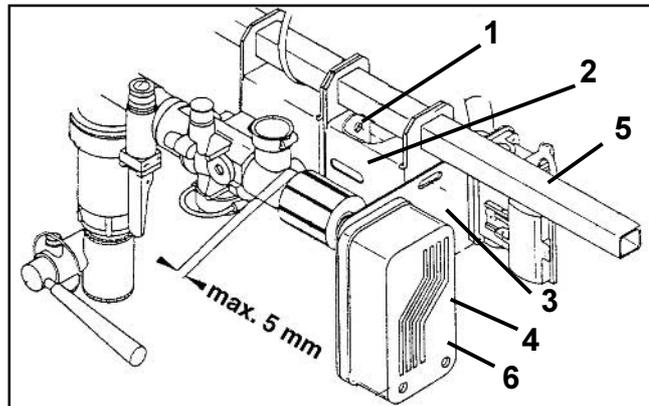
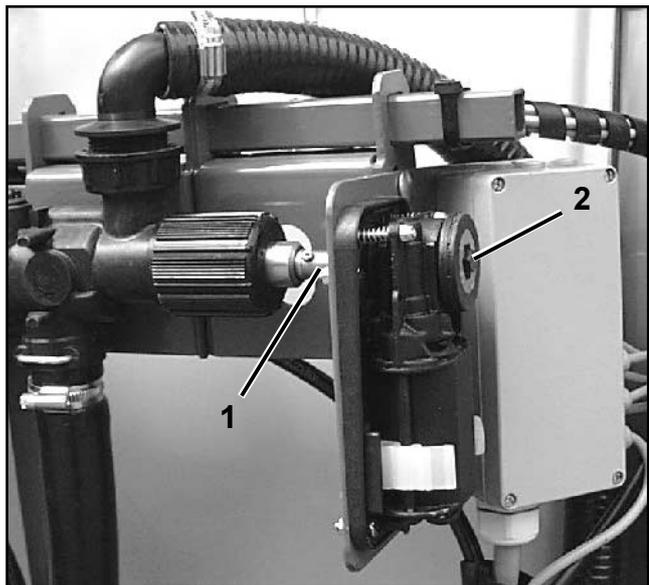

Fig. 9.12
Fig.9.13
- Retirez la vis d'assemblage (fig. 9.12/1) du support du régulateur (fig. 9.12/2).
- Déplacez vers la droite, le long de la glissière (fig. 9.12/3), le support du régulateur avec le flasque (fig. 9.12/5) de fixation du moteur électrique, jusqu'à ce que le moteur électrique et la vis du régulateur (fig. 9.13/1) soient désolidarisés.